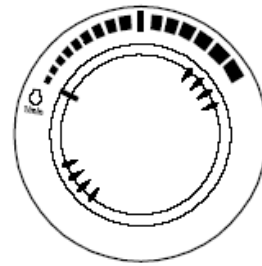

Рис. 16
1. Дать двигателю поработать на малых оборотах холостого хода **LOW IDLE** (без нагрузки) 5 минут (рис. 16).